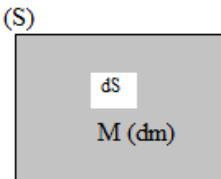

Figure III.4
Considérant (S) une plaque (système continu de surface), soit M un point de cette surface entouré par un élément de masse (dm). Cet élément de masse existe dans un élément de surface (dS) Figure III.4. La densité de masse surfacique (σ) au point M est déterminée comme suite :